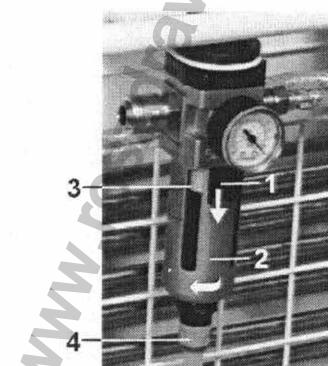

Рис.10
12.5. Замена фильтра в конденсационном элементе (Рис.10)